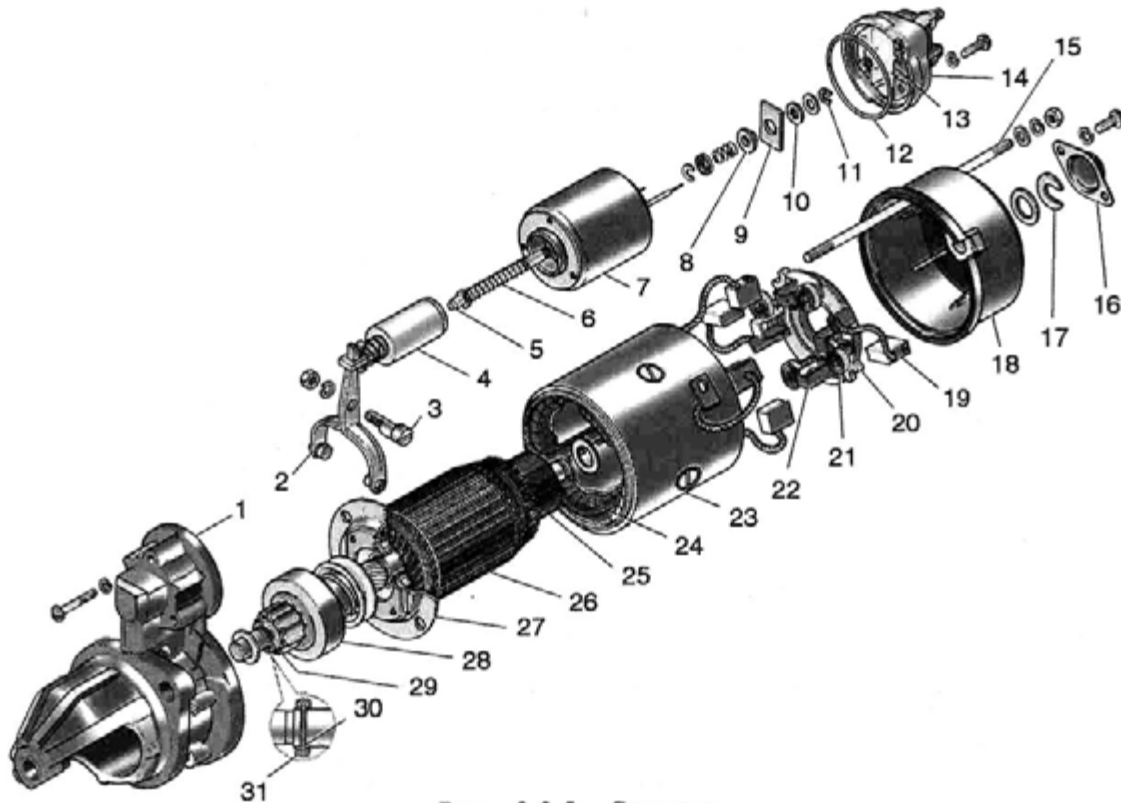

Рис. 8.3.5. Стартер:
Устройство стартера показано на рис. 8.3.5.
- снять крышку запорного устройства 16 (см. рис. 8.3.5) и чеку 17 с шайбой;